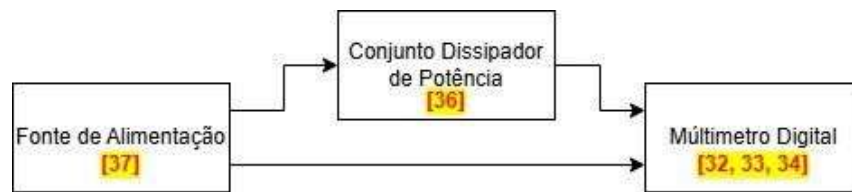
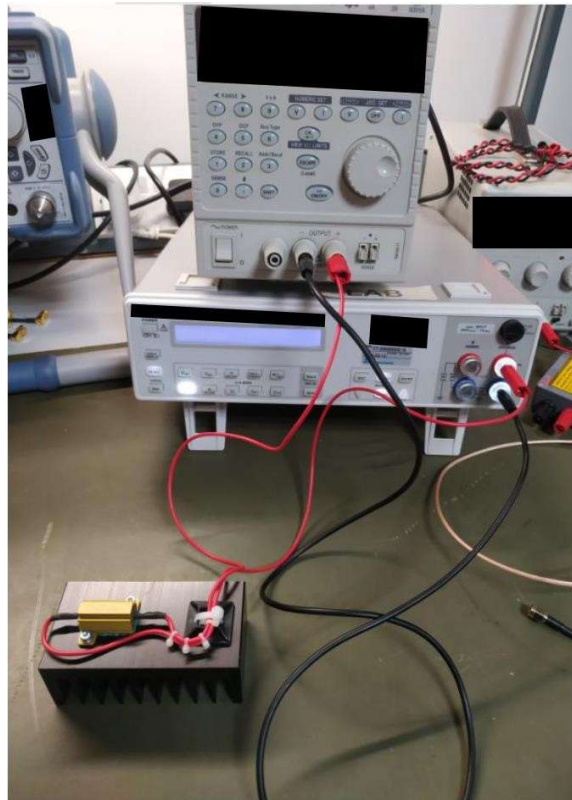

Figura 1. Diagrama do teste 1 da placa de circuito de rádio frequência. Note que em vermelho e amarelo há a indicação da posição do item no teste.
Figura 2. Foto do teste 1 da placa de circuito de rádio frequência.
1. Teste 1: Neste teste a tensão e corrente da fonte de tensão de alimentação que será usada para energizar a placa de circuito de rádio frequência tem sua acurácia verificada. A Figura 1 e Figura 2 apresentam como os itens são usados nos testes;